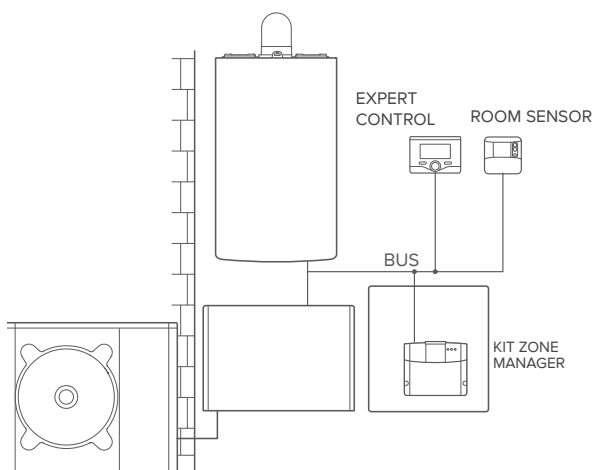

fig.9
Type 5**Activation des fonctionnalités TD et TC dans un système hybride jusqu'à 2 zones hydrauliques, contrôlé par des dispositifs BUS (fig. 9)**
3. Mettre en place le couvercle en appuyant délicatement (Figure 9).